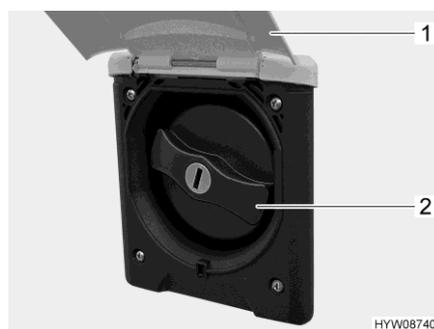

Fig. 146 Couvercle de fermeture
- Basculer le portillon extérieur (Fig. 146,1) vers le haut.
- Tourner le couvercle de fermeture de couleur bleue (Fig. 146,2) d'un quart de tour.